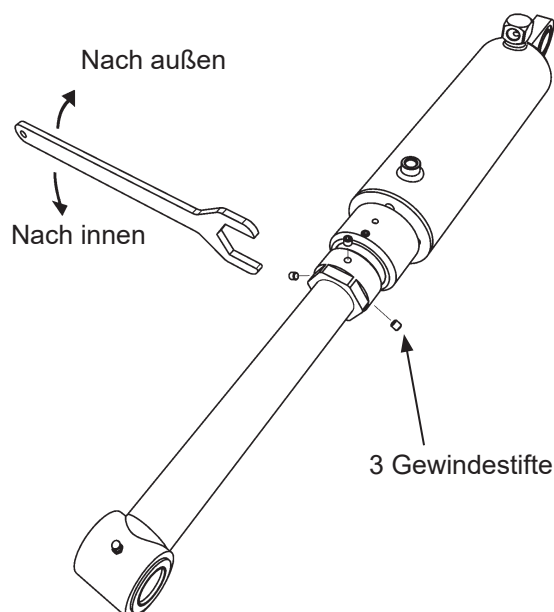

Abb.37. Einstellung des Neigungswinkels
5. Die drei Gewindestifte am zweiten Kippzylinder lösen. Abb.37.
6. Das Einstellgewinde so drehen, dass der Kippzylinder mit der Befestigung an der Ladebordwand übereinstimmt. Siehe Abb.37